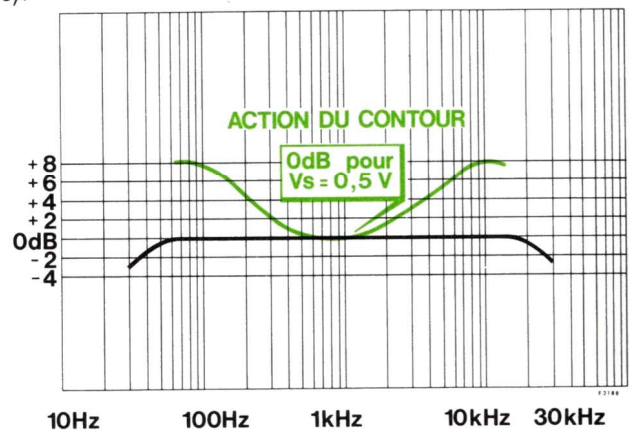

Fig. 7
- Les rapports de V_s en fonction de la fréquence, à la tension V_s pour $f = 1 \text{ kHz}$ sont donnés à la figure 7.